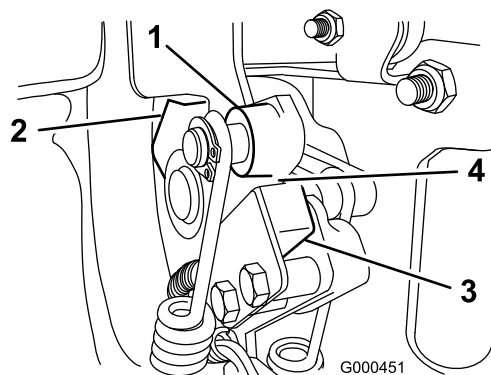

図 29
2. 走行レバーを、ニュートラル・ストップに接触させる（図 29）。
3. スイッチ（図 29）を固定しているネジをゆるめる。
4. 走行レバーとスイッチ（図 29）の間に 0.8 mm のすきまゲージをはさむ